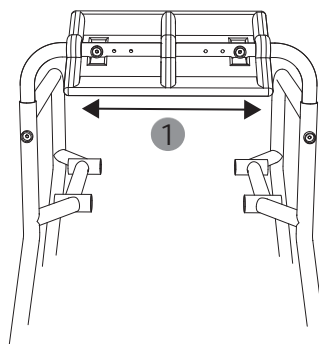

fig. 8
7. Mellemstykket i ryglænet sidder nu løst og kan indstilles i den ønskede sædebredde (560/630/700 mm) ved at trække (1, fig. 8) sidedelene vha. de tre borehuller i hver side. Ved indstilling af sædebredden, skal du være opmærksom på, at ryglænet er anbragt i midten.